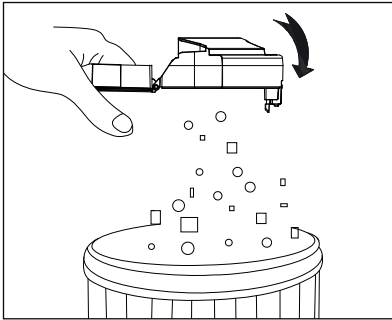

Fig. 9
- 3) Videz le contenu du bac à poussière **14** dans une poubelle (voir fig. 9).